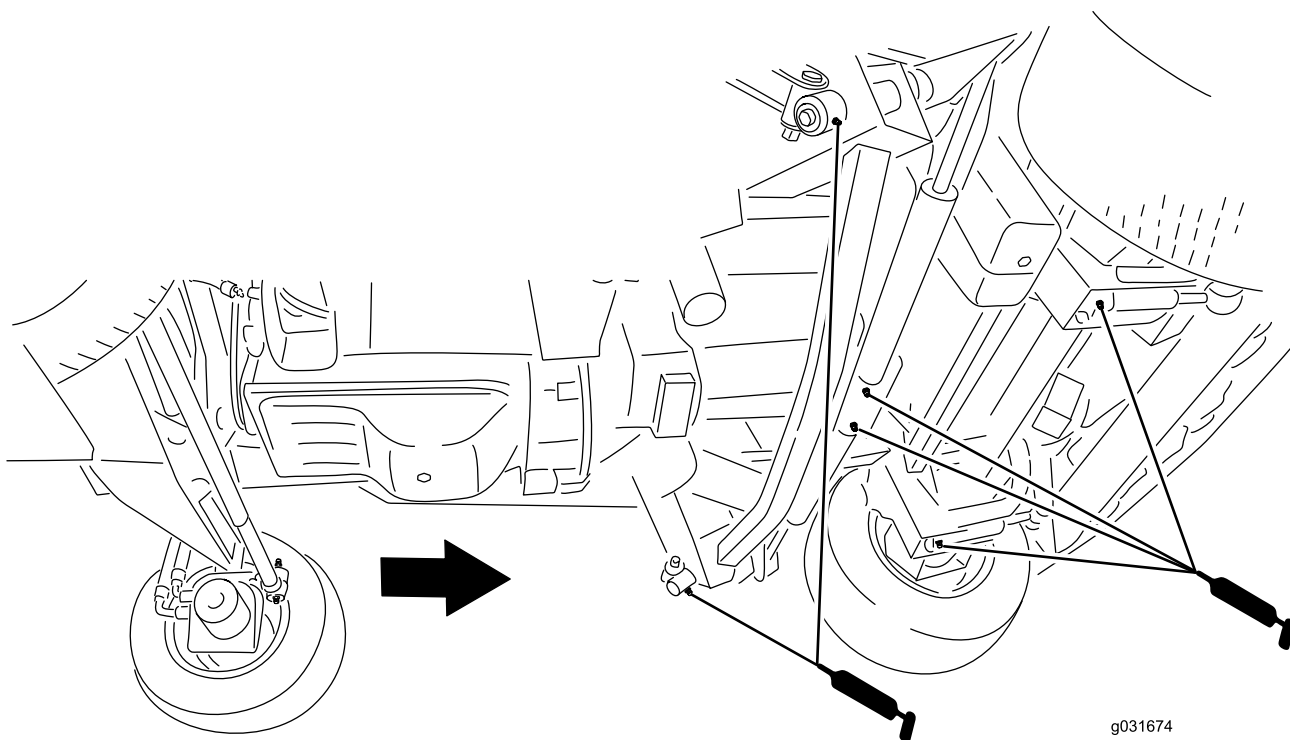

Рисунок 86
- Рычаги амортизаторов (2 шт.) (Рисунок 86)
- Шарниры гидроцилиндров подъема передней деки (2 шт.) (Рисунок 86)
- Шарниры гидроцилиндров подъема боковой деки (2 шт.) (Рисунок 86)